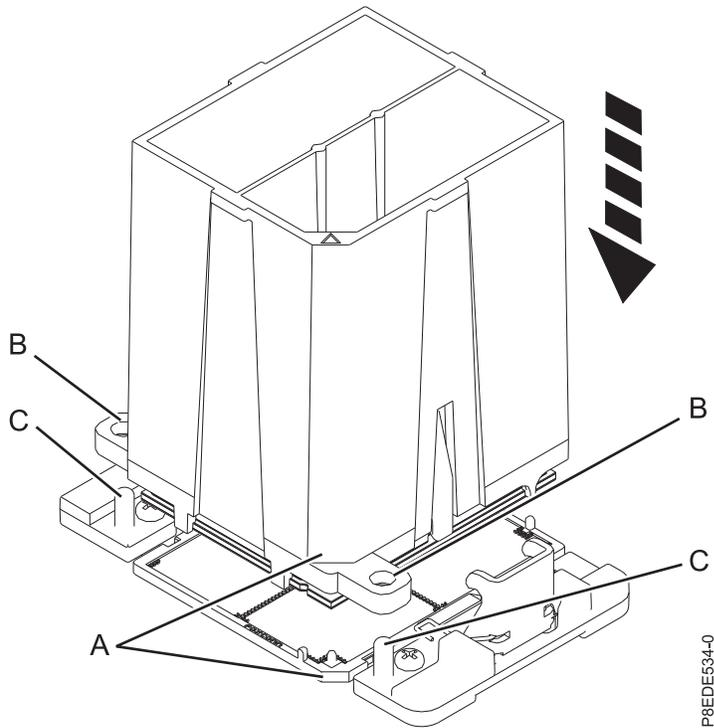

Figura 77. Instalación del módulo del procesador del sistema
- b. Baje la herramienta y el módulo del procesador del sistema en el zócalo. Alinee la esquina biselada (A) de la herramienta con la esquina biselada del zócalo. Asegúrese de que las dos patillas guía (C) se han insertado en los orificios de alineación (B) en cada lado de la herramienta. Tenga cuidado al bajar la herramienta porque debe hacerlo de forma uniforme sin desequilibrar la herramienta. Consulte la Figura 77 en la página 71.